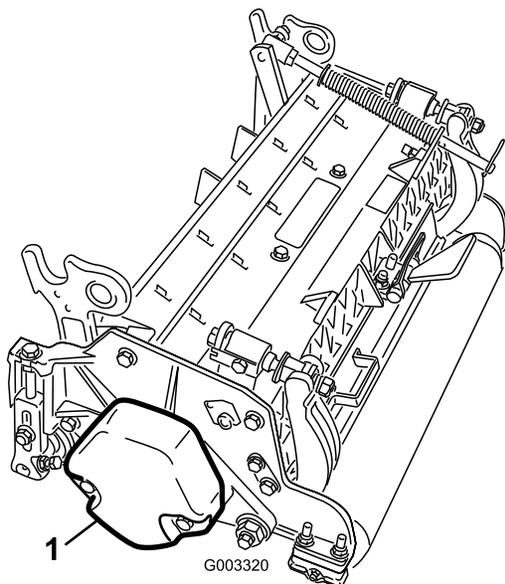

Рисунок 5
3. Убедитесь, что противовес (**Рисунок 5**) установлен на соответствующем конце режущего блока, как описано в *Руководстве по эксплуатации режущего блока*.